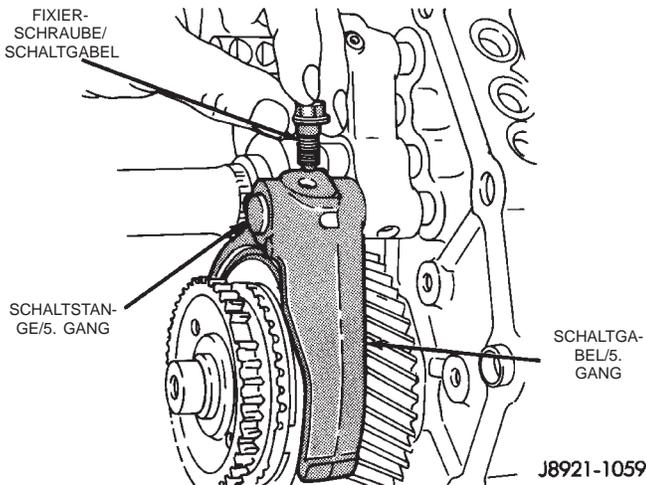
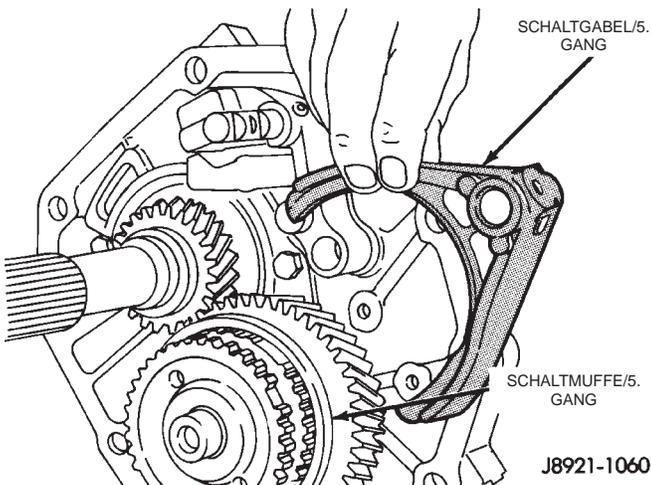

Abb. 53 Fixierschraube der Schaltgabel/5. Gang lösen
Abb. 54 Schaltgabel/5. Gang ausbauen
(4) Die Fixierschraube lösen, mit der die Schaltgabel für den fünften Gang auf der Schaltstange befestigt ist (Abb. 53).
(5) Die Schaltstange für den fünften Gang nach vorn schieben, bis die Schaltgabel freikommt.
(6) Die Schaltgabel für den fünften Gang von der Schalmuffe trennen (Abb. 54).